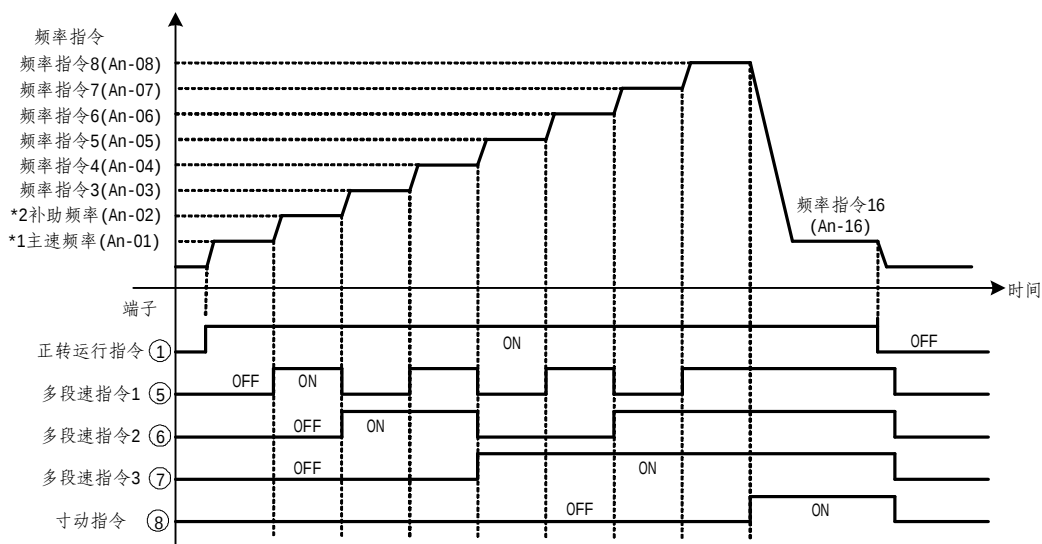

图 4-32 16 段速运转控制
- *2 当参数 Sn-29=0 时，辅助频率（即图 4-32 的第二段频率设定）由端子 AUX 模拟输入，若 Sn-29 ≠ 0 时，辅助频率由 An-02 设定。